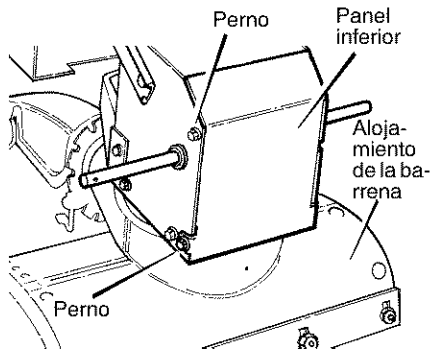

Figura 96
2. Afloje los **pernos** a cada lado del **panel inferior** (Figura 96).
13. Instale el **panel inferior** (Figura 96).